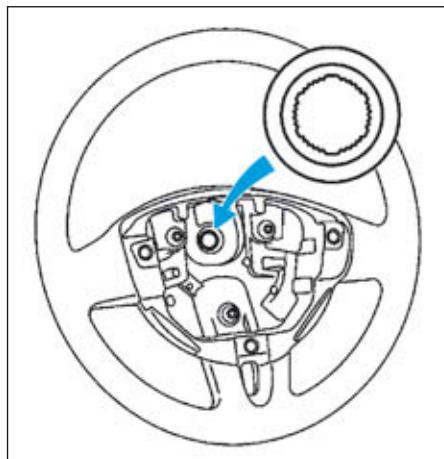

FIG.2
- aligner les détrompeurs entre la colonne et le volant de direction (Fig.2),